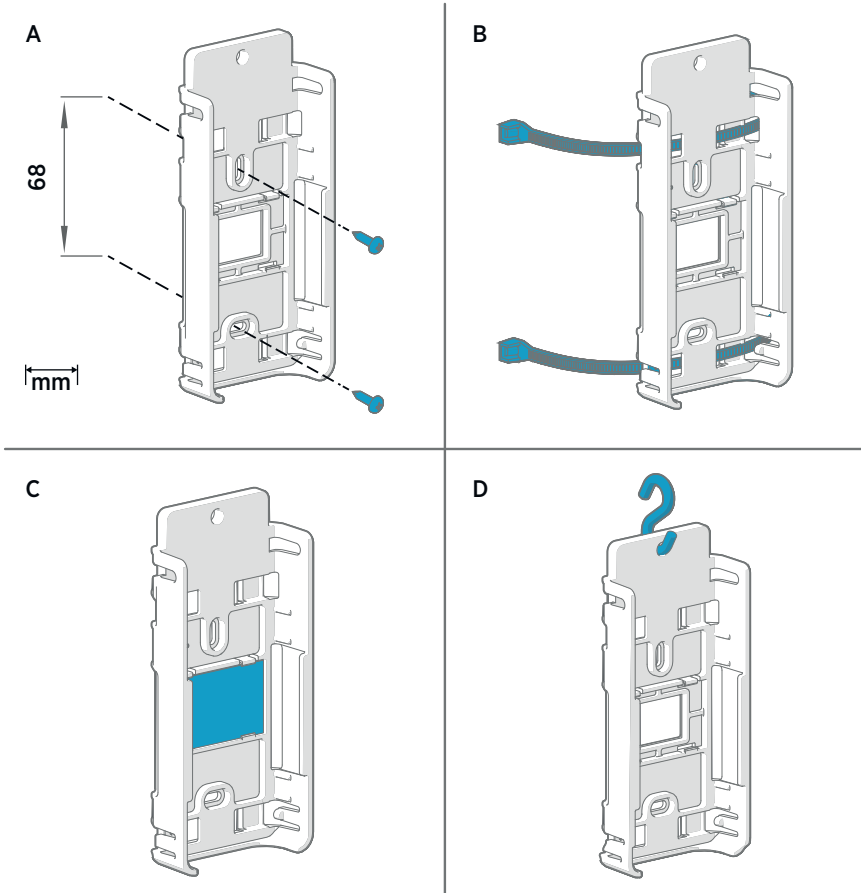

Figure 19 Méthodes de montage du RFL100
2. Fixez le support de montage en utilisant l'une des méthodes illustrées dans la Figure 19 \(page 30\). Orientez le support verticalement, de sorte que la sonde ou le câble de la sonde pointe vers le bas après la mise en place. Ne fixez pas le RFL100 sans le support de montage.